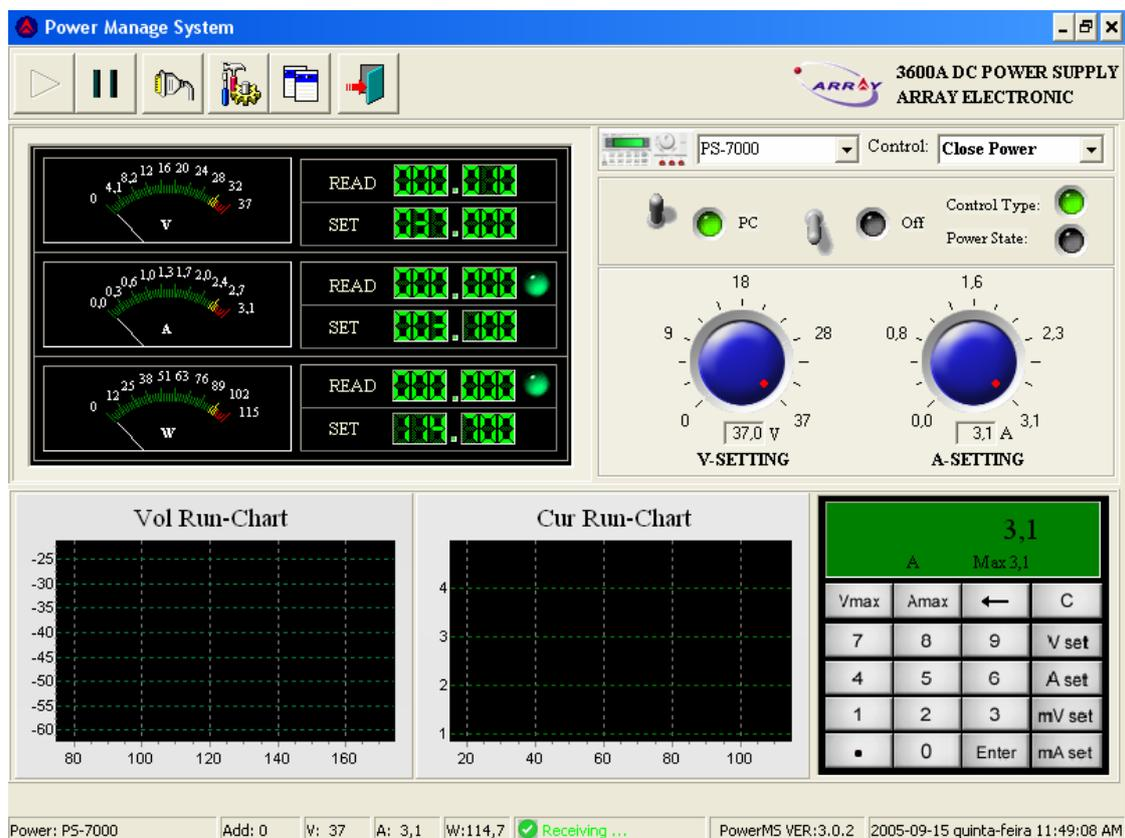

Fig. 19 Tela Principal do PowerMS.
5.2.3. Aguarde o final da inicialização do sistema e, então, será apresentada a Tela principal, como pode ser visto na Fig. 19.